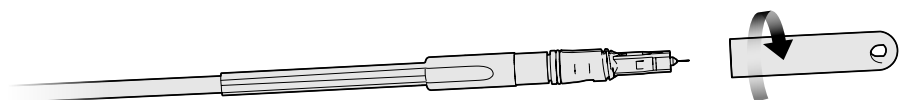

Figure 3
Étape 2: Retirer le bouchon anti-poussière du connecteur Pushlok/OptiTap (Figure 3).